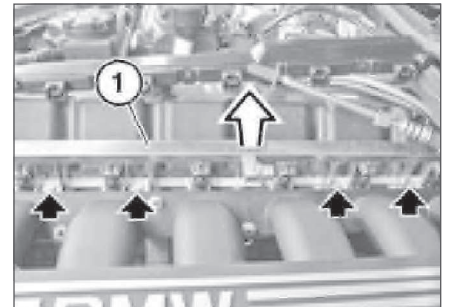

Рис. 6.224. Магистраль
- Отвернуть болты (стрелки, рис.6.224) и снять распределительную магистраль (1).